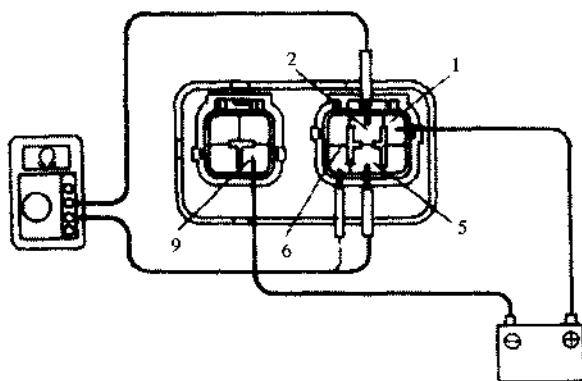

图 7.63 检测电磁阀继电器的工作情况
- ④ 检测电磁阀继电器的工作情况。如图7.63所示。如导通情况不符合以下三点要求，应更换控制继电器。